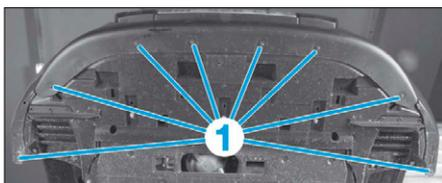

FIG. 88
- les vis inférieures (1) (Fig.88),